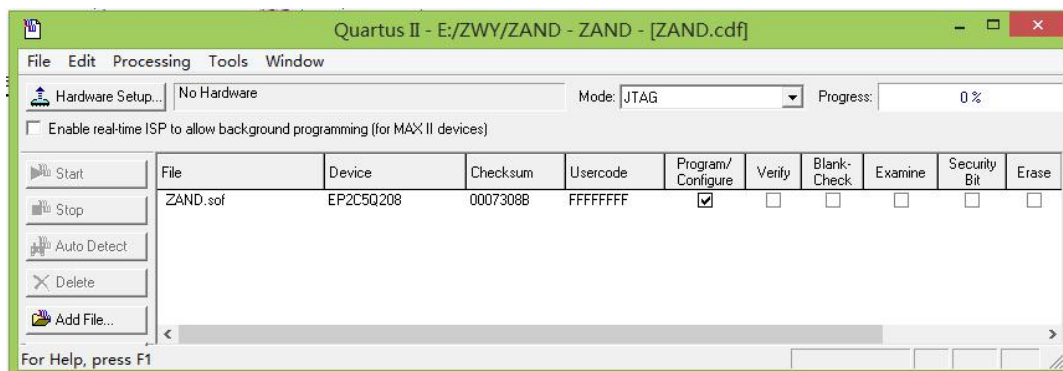

图 1-2-28 设置下载界面
(2) 在 Quartus II 软件中选择“Tools”菜单下的“Programmer”命令。在下载之前，首先需要进行硬件设置，如图 1-2-28 所示，点击界面中“Hardware Setup”按钮，在“Hardware Settings”项中，找到“Currently selected hardware”选项，选中“USB blaster”后，如图 1-2-29 所示，再点击“close”退出，完成硬件设置。在图 1-2-28 界面中，将编程模式确定为“JTAG”，并在“Program/Configure”复选框内打“√”，便可点击“Start”按钮开始下载，Quartus II 软件便将设计（zand.sof）载入 FPGA 目标器件中。